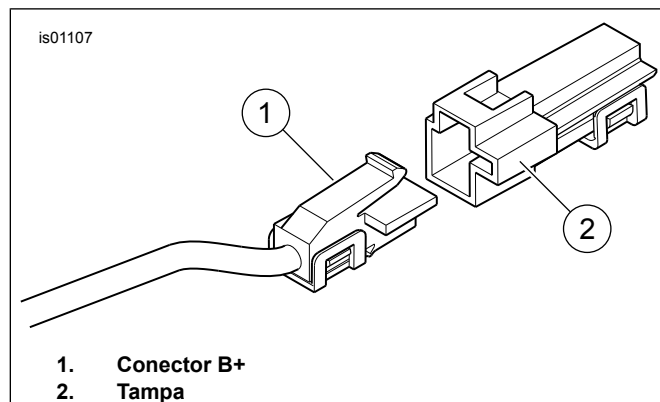

Figura 5. Conector B+
1. Ver Figura 5 . Localize o conector B+ (1) (positivo da bateria) na cablagem principal sob o assento (um fio vermelho com conector cinza não usado). Remova a tampa (2) do conector.